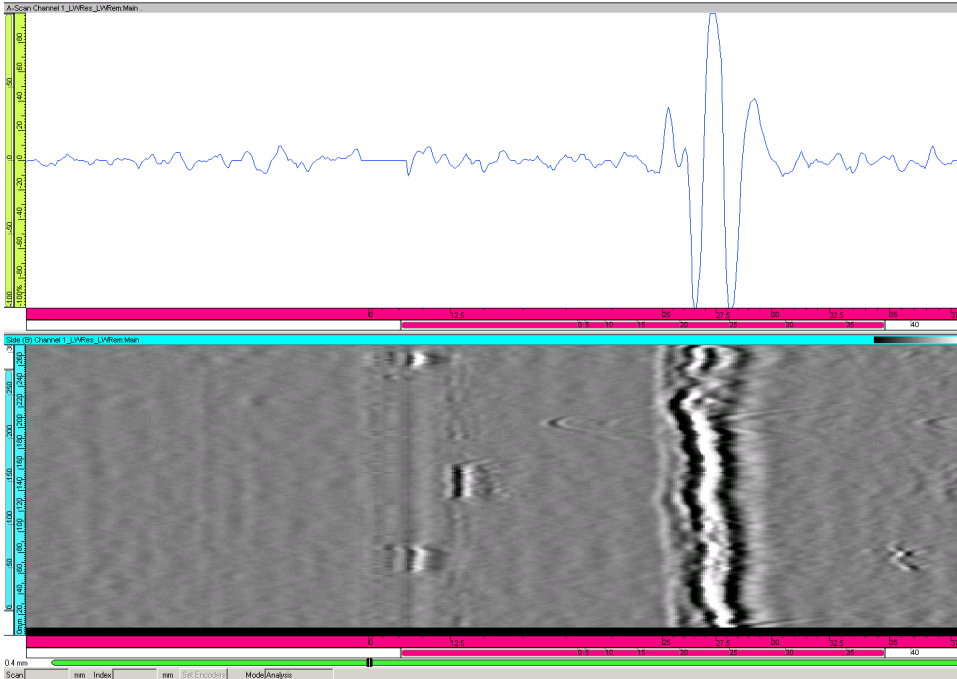

Abbildung 7-21 TOFD-Daten nach der Lateralwellenentfernung
6. Wählen Sie in der Menüleiste **Ansicht > Inhalt** aus, um die neu erstellte Lateralwellensynchronisation anzuzeigen. Die Lateralwelle ist nun entfernt (siehe Abbildung 7-21 auf Seite 380).